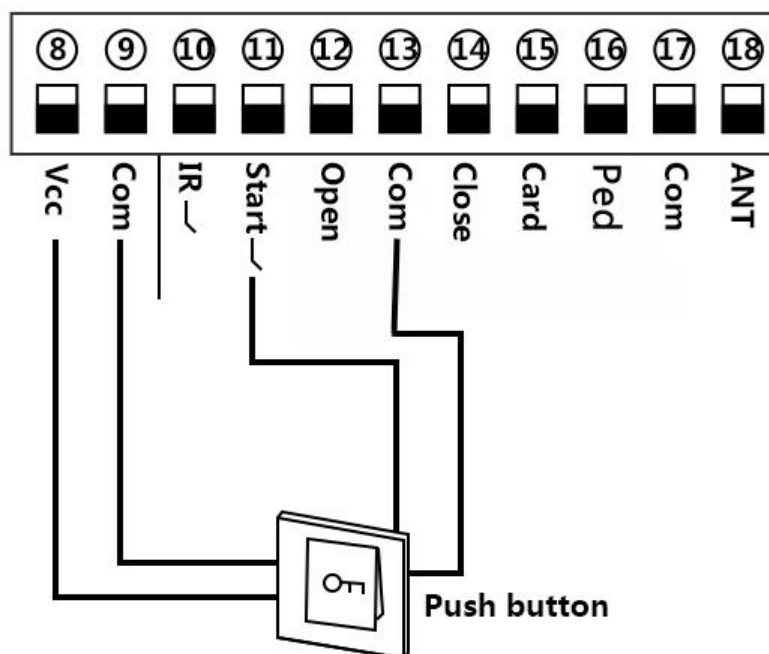

Рис. 17. Подключение кнопки управления
5.4. Подключение ключ кнопки на открытие (Смотрите рисунок 17)
Для подключения ключ-кнопки, внешнего радиоприёмника или любого другого устройства с импульсным выходом подключите его к клеммам COM (13) и Start (11), в случае необходимости питания внешнего устройства 12В постоянного напряжения, подключите клемму COM(9) на плате управления приводом к клемме “ - ” на внешнем устройстве, а клемму VCC(8) на плате управления приводом к клемме “ + ” на внешнем устройстве (см. Рис. 17). При подаче команд от внешнего устройства управления привод будет работать в режиме «Открыть – Стоп – Закрыть-Стоп».